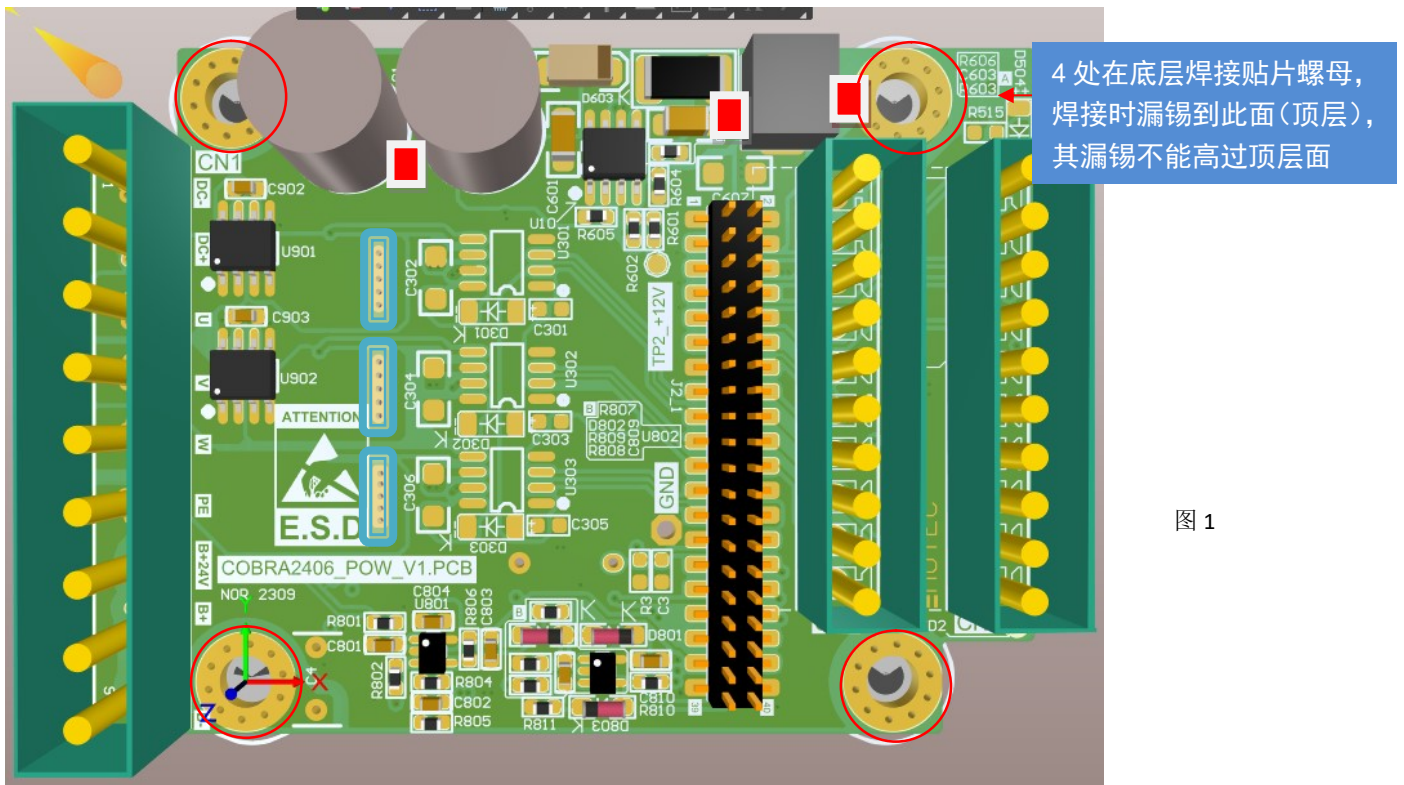

图 1
- B) 所有贴片螺母焊接后，其焊锡不能高出顶层图 1 所示 (红色框内) 的上表面 (该位置为塑壳铜螺母锁定位置，不能有任何焊锡垫高)；
- 7) 顶层电解电容 C1 和 C2，电感 L1，按照图 1 的红色区域，涂覆 704 黑色胶，粘接与线路板，胶的厚度为 1.5mm，不要拉丝；